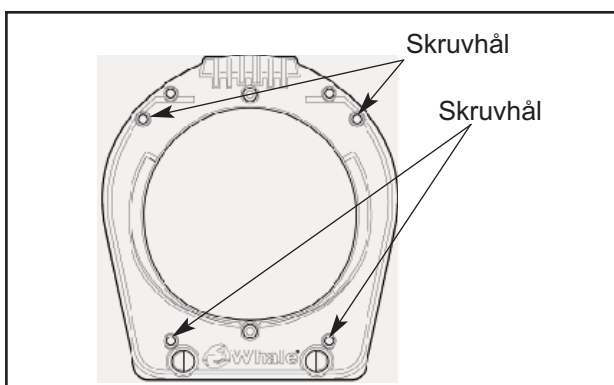

Fig. 5 Bild på monteringspositioner utan handtag
4. Lyft upp handtaget och markera läget för de 4 hålen för fästbultarna på skottet (se fig.5)